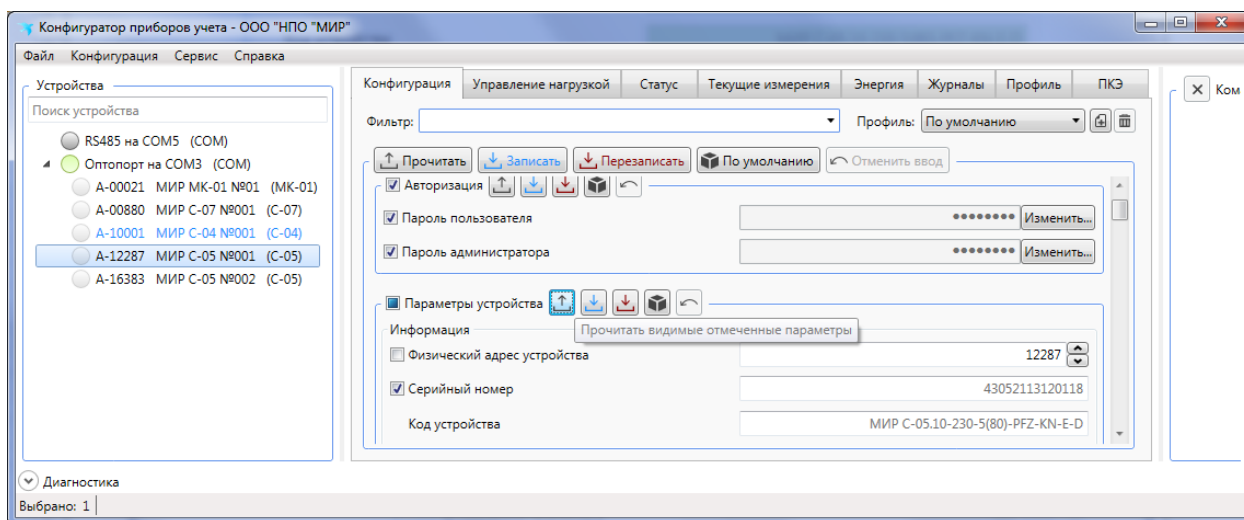

Рисунок 9.12 – Чтение части группы параметров счетчика
9.7.6.4 Объем чтения/записи можно уменьшить, если снять выделенные флажки в параметрах. Невыбранные параметры читаться/записываться не будут (рисунок 9.12).